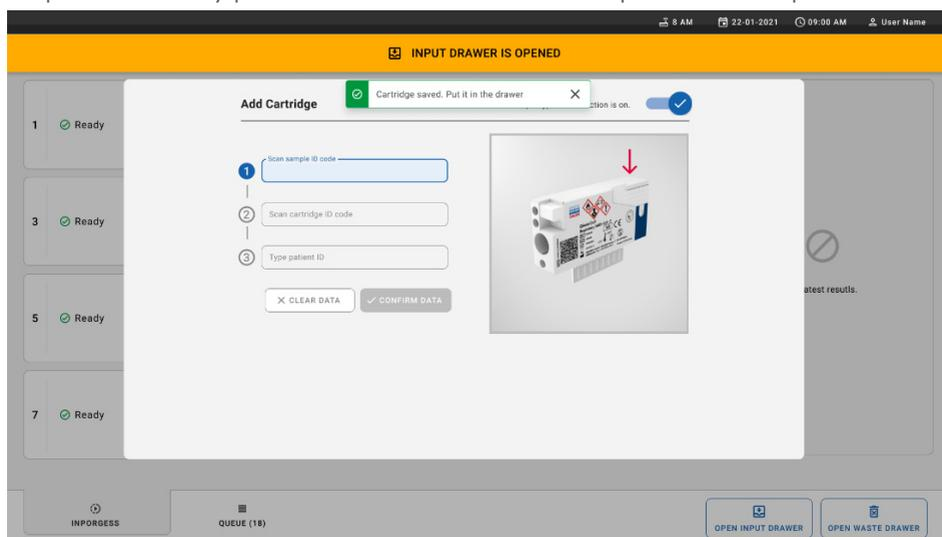

Figura 28. Pantalla Add cartridge (Añadir cartucho).
12. Coloque el cartucho en el cajón de entrada. Asegúrese de que el cartucho está insertado correctamente en la bandeja (figura 28).